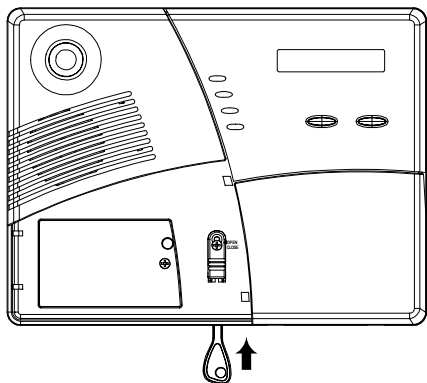

Рисунок 30. Освобождение зажима
- Д. Вставьте пластиковый ключ в паз в нижней части блока (см. Рисунок 30).